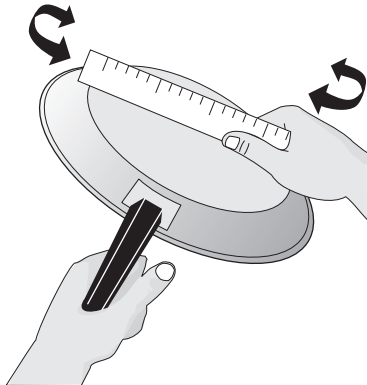

Figure 1: Mise à l'essai des ustensiles de cuisine
La taille et le type d'ustensiles de cuisine utilisés auront une influence sur la température nécessaire pour obtenir de meilleurs résultats de cuisson. Veiller à suivre les recommandations pour l'utilisation des ustensiles de cuisine comme illustré dans Figure 1 et Figure 2.
Vérifier sa planéité en faisant tourner une règle sur le fond de la casserole (voir Figure 1). Les ustensiles de cuisine doivent avoir des fonds plats qui sont bien en contact avec toute la surface de l'élément de chauffage (voir Figure 2).
2. Pousser et tourner le bouton de commande de surface dans un sens ou dans l'autre (Figure 1) pour obtenir la valeur souhaitée (reportez-vous au « Réglages suggérés pour l'élément de surface à rayonnement » au Tableau 1).
Démarrer la majorité des cuissons sur un réglage élevé, puis revenir ensuite à un réglage plus bas pour terminer. Les boutons de commande de surface n'ont pas à être réglés exactement sur un point particulier. Utiliser les tableaux graphiques fournis à titre de guide et régler le bouton de commande selon les besoins (voir Figure 1).